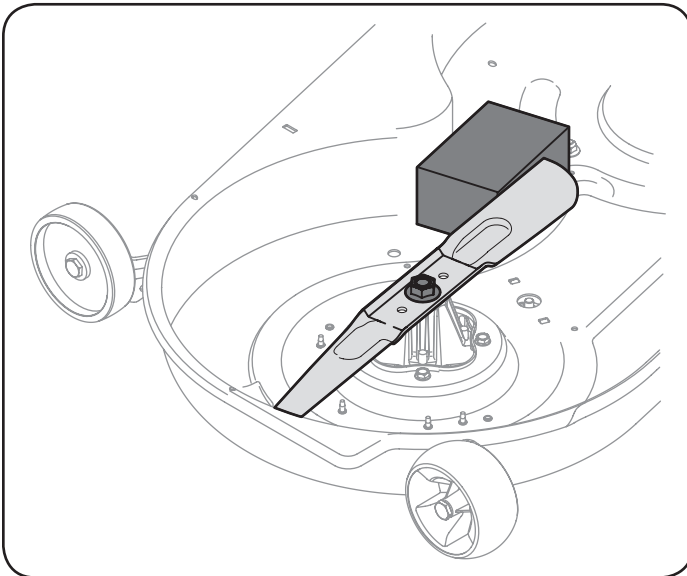

Figura 23
2. Coloque un bloque de madera entre el deflector del alojamiento de la plataforma y la cuchilla de corte para que actúe como estabilizador. Vea la Figura 23.